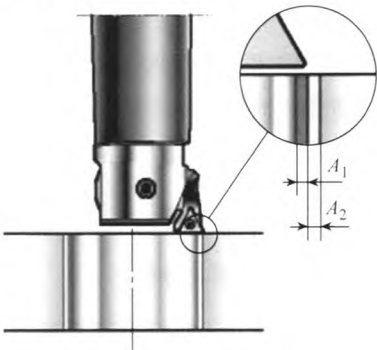

图4 精镗示意图
(4) 高精镗削加工方法：铝合金小径深孔镗削工艺除了选用合适的刀具材料、采用减振刀杆、小的刀尖圆角半径，采用合适的切削参数、充分的冷却润滑以及有效的切屑排出控制外，我们还总结出一套行之有效的高精镗削加工方法，即在精镗高精度深孔时，必须考虑刀具的径向偏斜（让刀）和刀具旋转中心与机床主轴旋转中心之间的不对准。实际表明，这可以通过以下方法来完成。如图 4 所示，将切深分为两等分，使得两次的切削力基本相等，进行一次测量前的切削，然后在刀具仍然在机床主轴中时调整直径，再进行最终的镗削加工。主要步骤为①首先把镗刀直径调整为 29.6 mm ($29.2\text{ mm} + 0.4\text{ mm}$)，切深为 A_1 ，进行第一次测量前的镗削。②朝刀尖反方向移动 0.5 mm 后抬起主轴。③测量镗削后的直径。④计算设置直径 (29.6 mm) 与该测量孔直径的差值 (ΔD_1)，计算新的切深为 $A_2 = 0.4 + \Delta D_1 + \text{孔公差}/2$ (H7/2)。⑤将刀具直径增大 (A_2) 后进行第二次最终镗削。